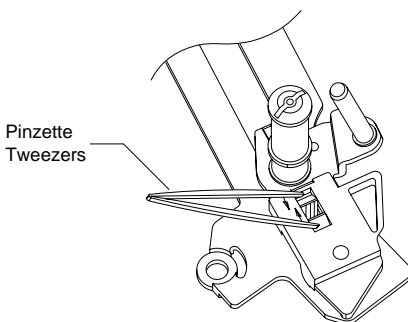
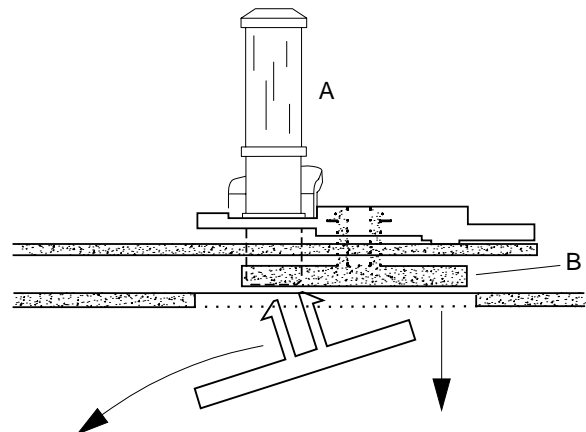

Fig. 18
Fig. 19
- Mit einer Pinzette die beiden Schnapphaken zusammendrücken und die Umlenkrolle von der Platte (Fig. 18) abnehmen.
- Mit einer Pinzette die beiden Schnapphaken zusammendrücken (Fig. 18) und die Umlenkrolle "A" von der Platte "B" abnehmen (Fig. 19).
- Fädelarml links aus der Platte aushängen und diese durch die Aussparung im Chassis nach unten aus dem Laufwerk entfernen (Fig. 19).
- Compress the two snap hooks by means of tweezers and remove the reverse roller from the holding plate (Fig. 18).
- Unhook the tension arm spring (pos. 11) to avoid the tension arm spring being pre-loaded.
- At the bottom side of the tape deck, partially unhinge the sensor print and remove the tension lever (pos.112N).
- Compress the two snap hooks by means of tweezers (Fig. 18) and remove the reverse roller "A" from the plate "B" (Fig. 19).
- Release the loading arm (left) from the holding plate and withdraw the latter through the cutout in the chassis (Fig. 19).